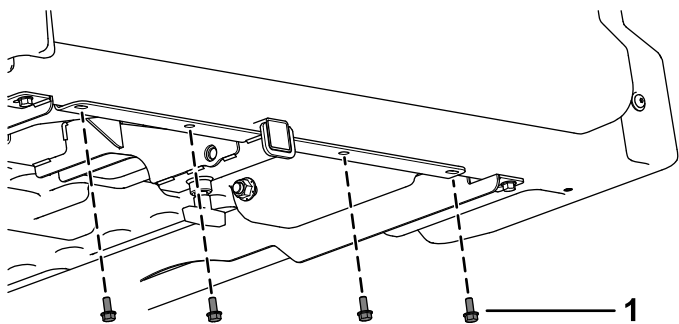

图2
1. 从货斗底部卸下现有的 4 个六角凸缘螺丝（5/16 x 3/4 英寸）（图2）。